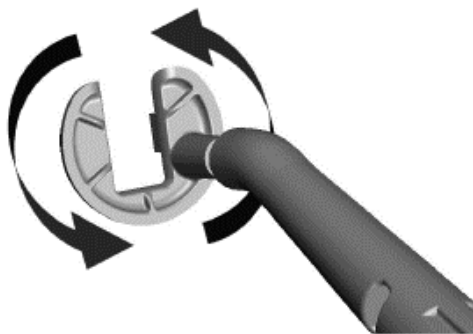

Рисунок 13. Направление вращения подковообразного конца инструмента
4. Поверните подковообразный конец инструмента для установки/удаления так, чтобы он смотрел в нужном направлении (рисунок 13).